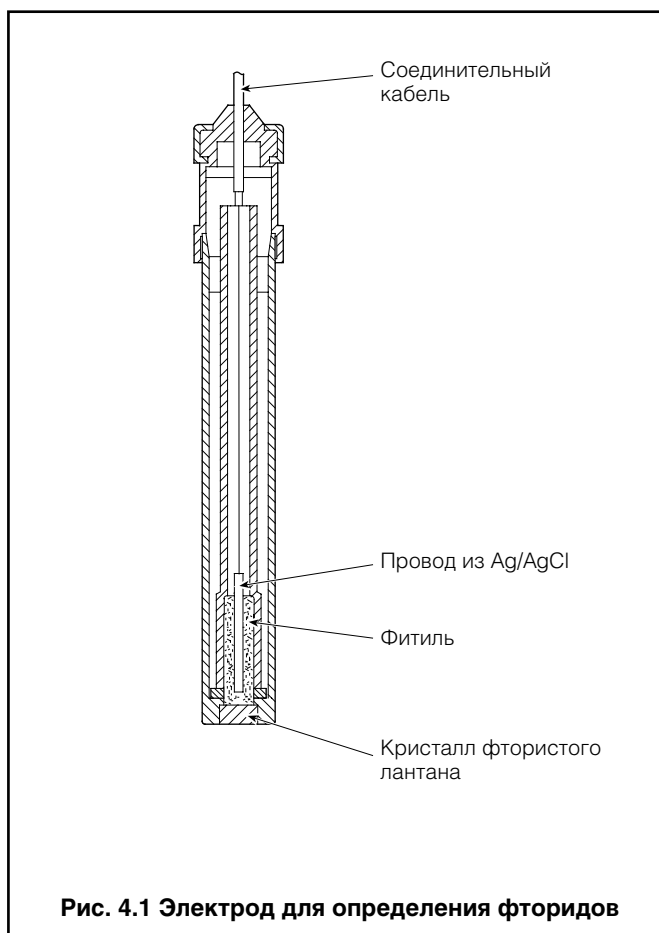

Рис. 4.1 Электрод для определения фторидов
4.1 Принцип действия – Рис. 4.1